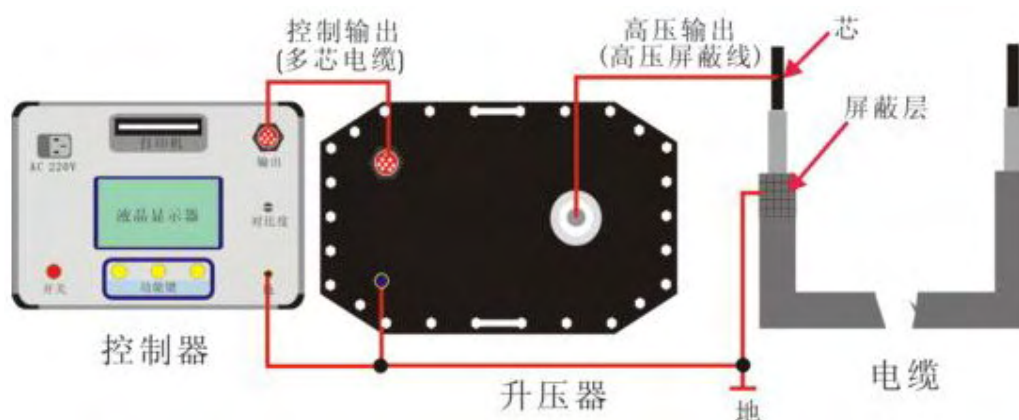

图 13 单相电缆测试接线图
6. 试验接线: 用随机附带的专用连接线将试验设备与试验电缆按图 13 所示的方法连接。仔细检查接线正确后合上电源, 再次设定好试验频率、时间和电压以及高压侧的过流保护值、过压保护值, 然后开始升压试验。